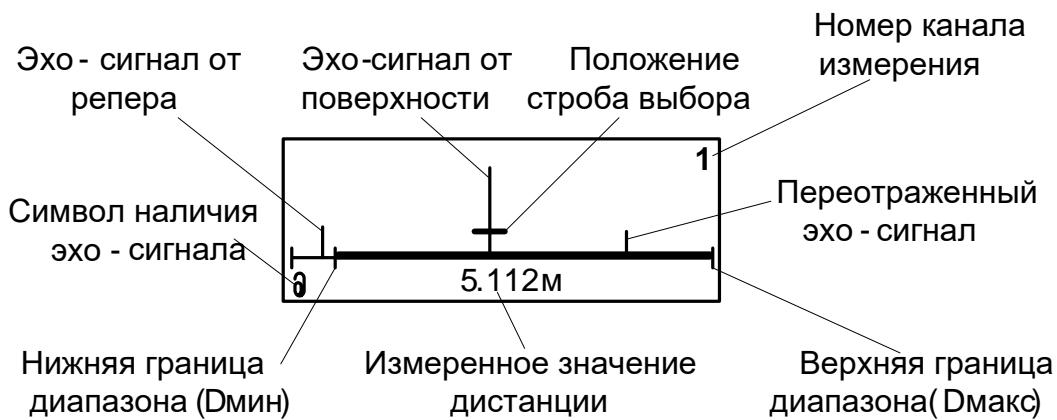

Рис.2. Вид окна РАЗВЕРТКА.
- 1.1.8. В расходомере предусмотрена возможность индикации в графической форме регистрируемых сигналов, попадающих в заданный диапазон измерений. Сигналы отображаются в окне **РАЗВЕРТКА** (**Настройка / Параметры объекта / Разворотка**) в порядке прихода по времени (рис.2).